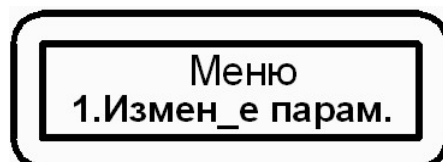

Рисунок 4 – Окно меню
4.1.2.3 Нажатие функциональной клавиши **“ПР”** при отображении окна статуса приводит к переходу в окно **“МЕНЮ”** (см. рисунок 4).